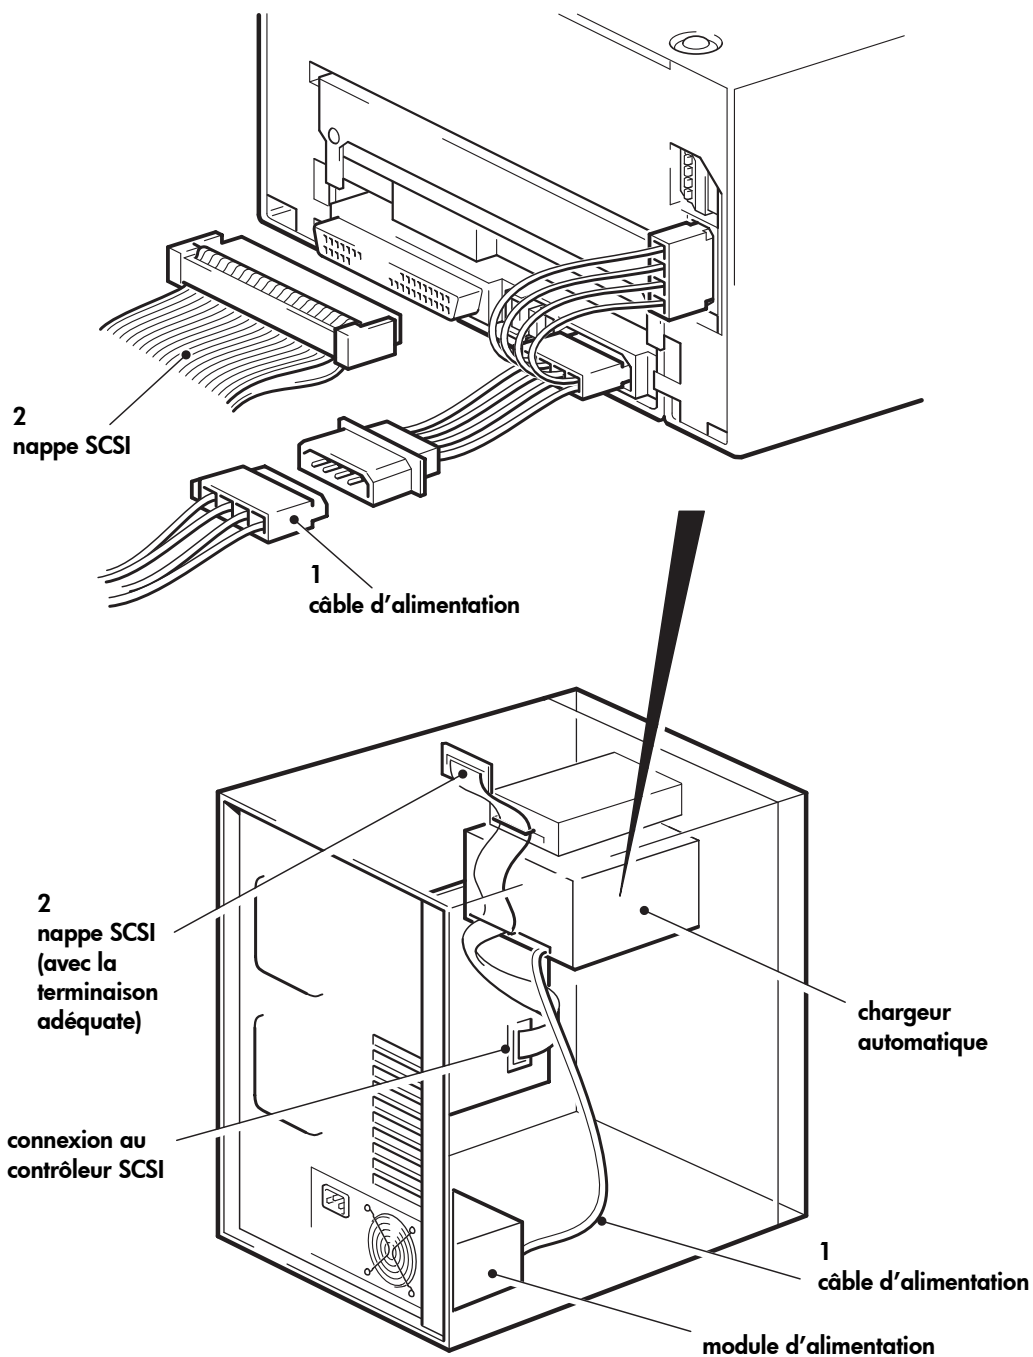

Figure 9 : connexion du câble d'alimentation et du câble SCSI
- 1 Branchez un câble d'alimentation libre provenant de l'alimentation interne du serveur sur l'extrémité mâle du câble en Y, comme le montre la figure 9 (point 1).
- 2 Branchez un connecteur disponible du serveur sur la nappe SCSI connectée à la carte système sur le connecteur SCSI du lecteur, comme indiqué à la figure 9, (point 2).
Par conséquent, si l'adaptateur hôte est le premier périphérique du bus, vous devez vous assurer que la deuxième terminaison est placée après le dernier périphérique, comme indiqué dans la figure 9 (point 2).